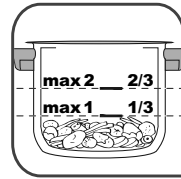

fig. 4
- Nunca llene la olla por encima de la marca de nivel 2/3 ubicada en su interior (max2_2/3) - Fig. 4.
- Cuando cocine alimentos que se expanden después de cocidos, como arroz o verduras deshidratadas, no llene la olla más allá de la marca 1/3 (marca max1_1/3) de su capacidad - Fig. 4. Llenarla demasiado puede obstruir el conducto de salida del vapor (**B**) y crear demasiada presión.